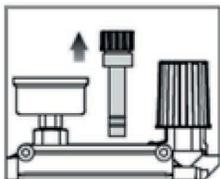

Рис. 16
2. Открутите и извлеките масляный щуп (рис. 16)